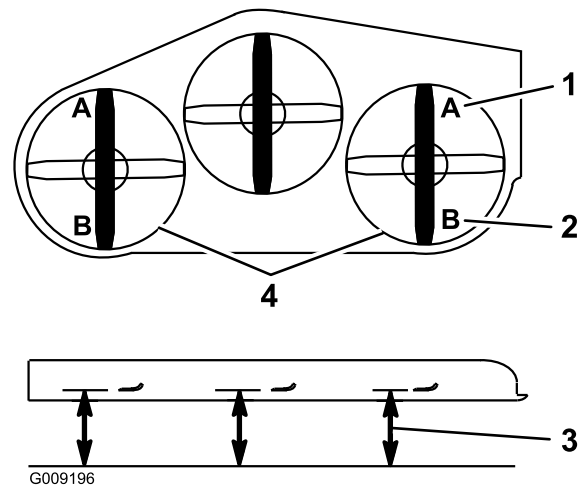

Figure 88
9. De chaque côté du tablier de coupe, mesurez la distance entre la surface plane et la pointe avant de la lame (position A), comme montré à la Figure 88.
15. De chaque côté du tablier de coupe, mesurez la distance entre la surface plane et la pointe arrière de la lame (position B), comme montré à la Figure 88.